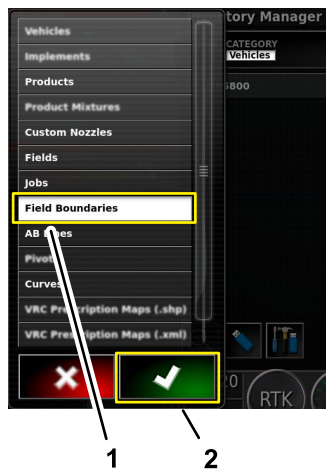

图 104
5. 如果要导入的信息类型字样产品、定制喷嘴、场地或场地边界未显示在“类别”图标上请按“类别”图标图 104。
6. 在类别列表中按想要导入的信息类别的图标然后按“确认”图标图 104。